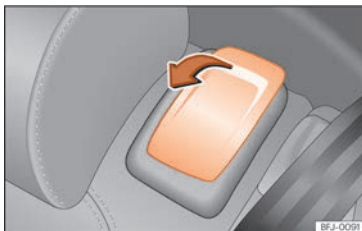

Fig. 111 Segunda fila de bancos: comandos da ajuda no acesso.
- Puxe o manipulô de desbloqueio no sentido da seta » » » Fig. 111.
- Puxe o manipulô » » » Fig. 111 e empurre o encosto do banco para atrás de forma a ficar em posição vertical. Todo o banco baixa » » » ⚠.